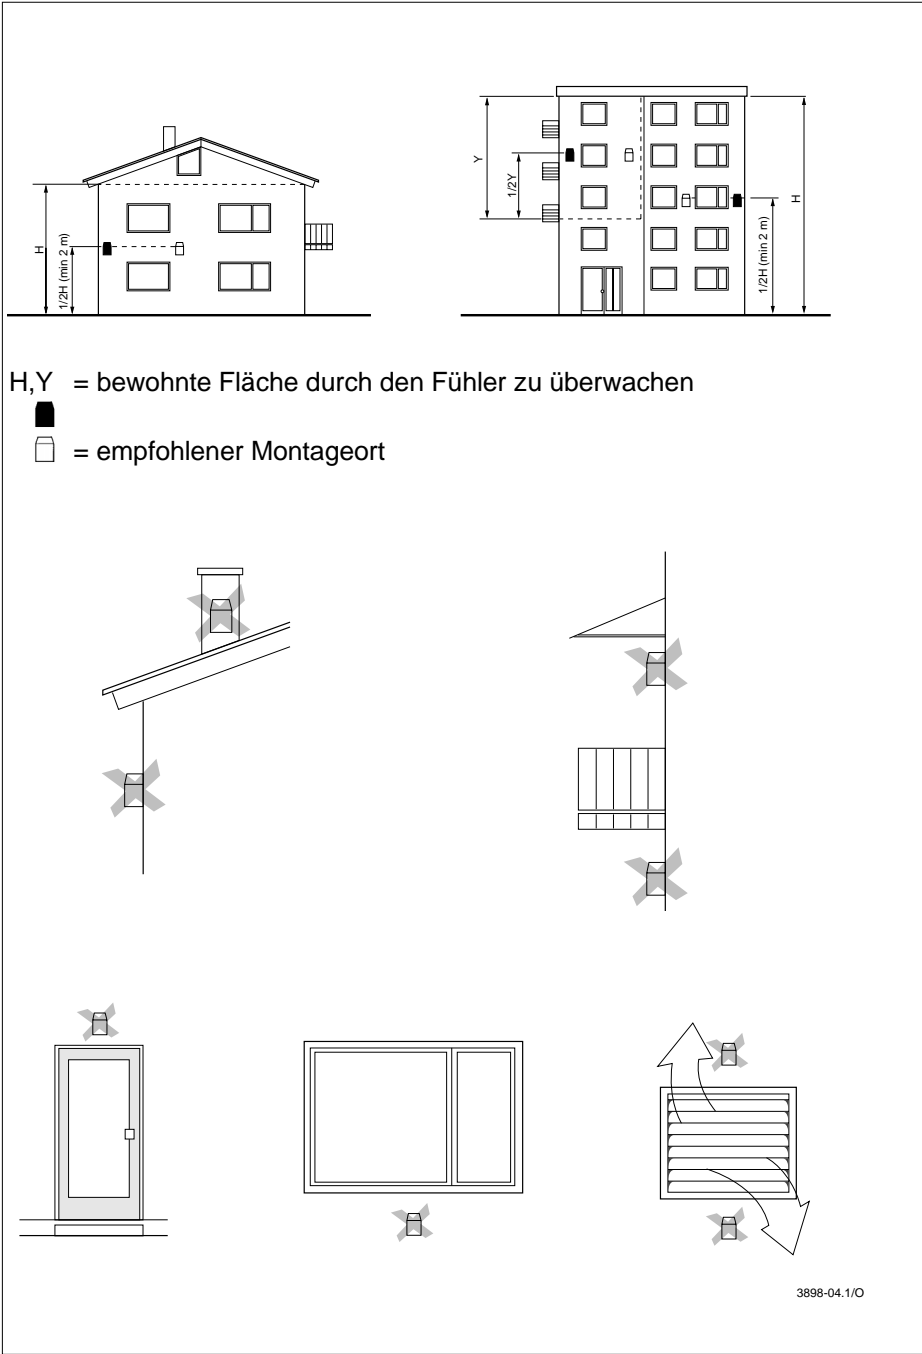

Bild 7
- Als geeignete Montagehöhe hat sich die (vertikale) Mitte der von der Anlage beheizten Höhe bewährt ($H \frac{1}{2}$ im Bild 7).